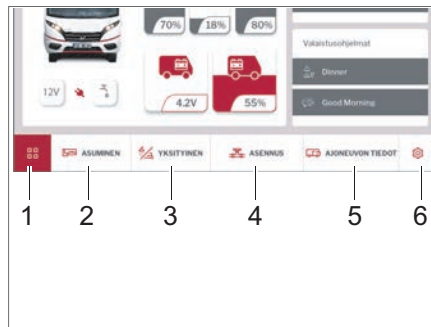

Bild 255 Menyrad – EHG-display
Undermenyerna nås via menyraden (Bild 255):
- Boende (Bild 255,2)
- Privat (Bild 255,3)
- Installation (Bild 255,4)
- Fordonsuppgifter (Bild 255,5)
- Inställningar (Bild 255,6)